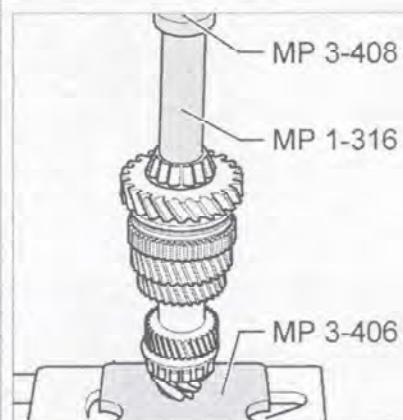

Рис. 7.279. Напрессуйте внутреннюю обойму малого роликоподшипника до упора на вал.
28. Напрессуйте внутреннюю обойму малого роликоподшипника до упора на вал (рис. 7.279).